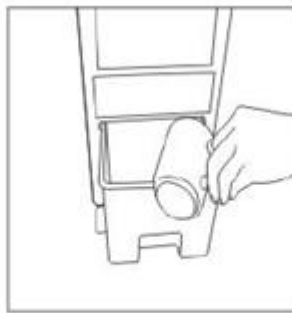

fig.2
- Saque el depósito de agua, cerca de 10 cm y llénelo de agua (agua fría del grifo enfriada en la nevera) (Fig. 2)